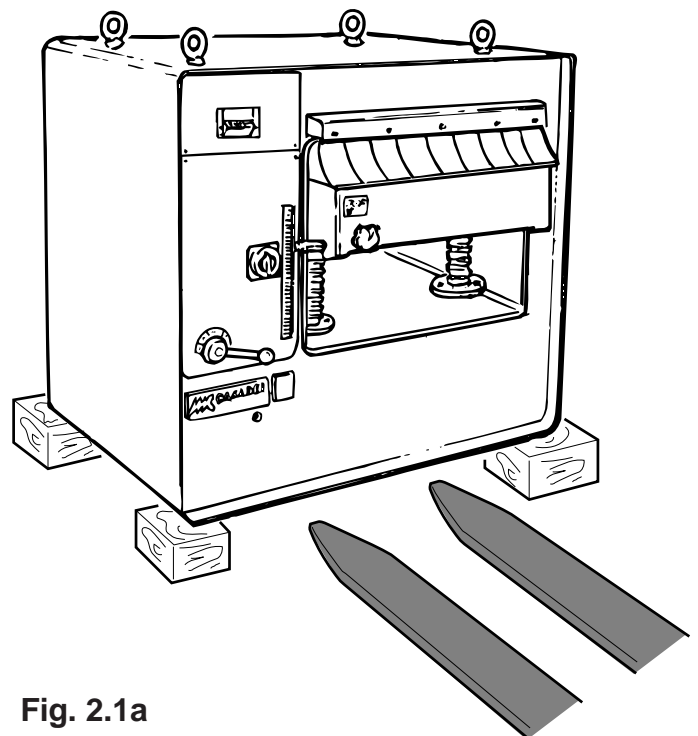

Fig. 2.1a
- Inserendo le forche di un carrello elevatore sotto il basamento, al centro della macchina, vedi fig. 2.1a. Disporre le forche, alla massima distanza tra di loro affinché, sia possibile sollevare in condizione di sicurezza il carico.
- by placing the fork of a lift truck under the machine base (in the middle), see fig. 2.1a. The prongs must be as far apart as possible so that the load can be safely lifted. For this reason, the wooden support blocks used during shipment should be left in place.
- Introduciendo las horquillas de una carretilla elevadora bajo el bastidor en el centro de la máquina, ver fig. 2.1a. Disponer las horquillas con la máxima distancia entre ellas, de manera que sea posible levantar la carga en condiciones de seguridad. Para realizar esto son necesarios los zócalos de madera que se utilizaron para el transporte de la máquina.
- Colocando os garfos do monta-cargas por baixo do pedestal e na parte central da máquina, ver fig. 2.1a. Coloque os garfos à distância máxima entre eles para poder elevar a carga em condições de segurança.